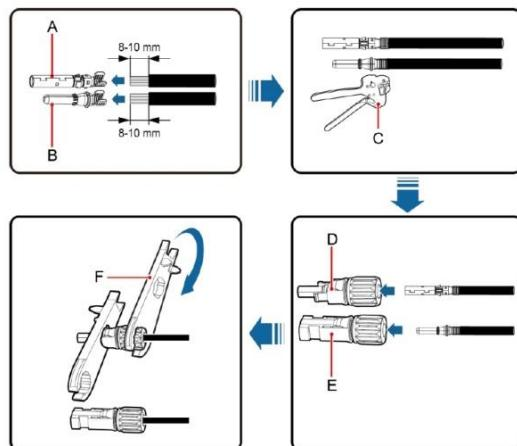

图 5.2 MC4 直流连接器与光伏组串的连接
(1) 按照图 5.2 所示，将光伏组串的输出导线与逆变器配置的直流连接器相连。松开连接器的紧固螺帽；剥去直流线缆的大约为 15mm 绝缘层，用压线钳将标配的金属端子压紧，尾部防水处紧固力矩为 2.5-3Nm。正极和负极连接器的接线方法相同。确认光伏组串的正负极与正负极连接器正确对应并紧固连接；